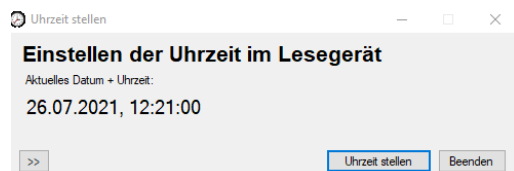

Abbildung 2: Einstellen der Systemzeit
- Fenster entsprechend Abbildung 2 öffnet sich